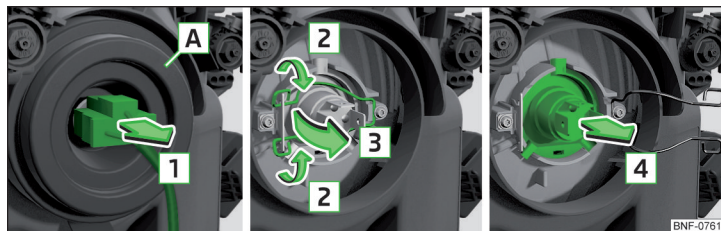

Fig. 141 Cambiar la bombilla para luz de cruce y de carretera
- » Extraer el conector de la bombilla en el sentido de la flecha **1** » fig. 141.
- » Presione el estribo de seguridad en el sentido del faro y, a continuación, desengánchelo en el sentido de la flecha **2** » fig. 141.